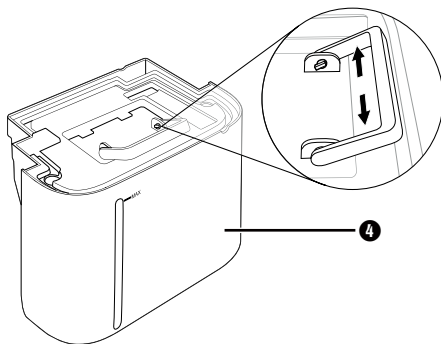

Abb. 5
- ▶ Reinigen Sie den Wassertank ④ nicht in der Spülmaschine. Dieser wird dadurch sonst beschädigt.
- ◆ Entnehmen Sie den Wassertank ④ und gießen Sie das Wasser aus. Trocknen Sie den Wassertank ④ vor dem Einsetzen innen und außen gut ab.
- ◆ Um den Wassertank ④ von innen zu reinigen, müssen Sie den Deckel entfernen. Neigen Sie hierzu den Griff so weit nach vorne, bis die Zapfen am Griff mit den Nuten am Wassertank ④ übereinstimmen. Sie können nun den Griff lösen, indem Sie ihn an beiden Seiten aus den Nuten drücken (siehe Abbildung 5).